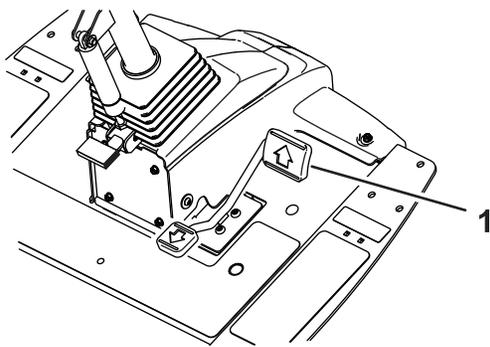
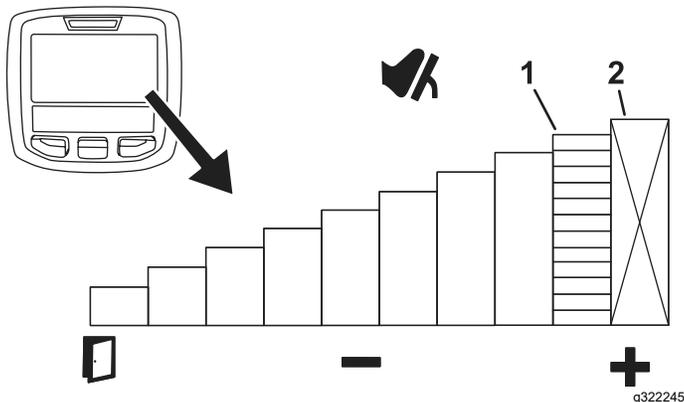

Figura 50
Figura 51
Per impostare temporaneamente la velocità massima della macchina, premete fino in fondo il pedale di comando della trazione (Figura 50). Potete impostare una velocità separata per il range di lavoro e il range di trasferimento (Figura 51).
- Per accedere a questa funzionalità, selezionate il pulsante centrale dell'InfoCenter dalla schermata principale (Figura 51).